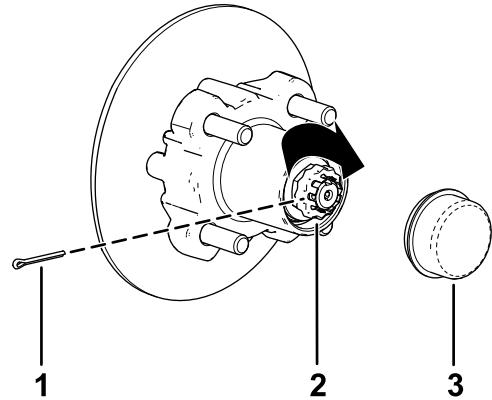

Figure 36
8. Placez l'arrêt d'écrou sur l'écrou et vérifiez que la fente dans l'arrêt et le trou dans la fusée sont alignés afin de pouvoir insérer la goupille fendue (Figure 36).
9. Insérez la goupille fendue et repliez chacune de ses pattes autour de l'arrêt d'écrou (Figure 36).
10. Reposez le couvercle-moyeu sur le moyeu (Figure 36).